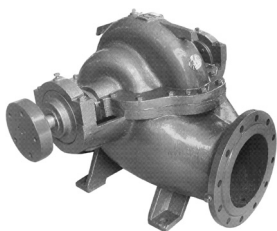

图 4-164 离心泵
- **离心泵：**通过叶轮旋转将液体“吹”出，并吸收后续液体的装置，如图4-164所示（农村常用此种水泵进行抽水喷灌，离心泵有最大吸程限制，如不可超过6m）。